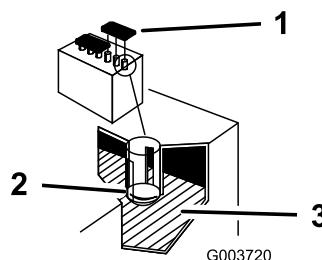

Figure 58
2. Ouvrez les bouchons pour observer l'intérieur des éléments. L'électrolyte doit atteindre la partie inférieure du tube (Figure 58).
Important: Le niveau d'électrolyte ne doit pas descendre au-dessous du trait inférieur (Figure 58).
2. Enlevez les bouchons de remplissage de la batterie (Figure 58).
3. Versez de l'eau distillée avec précaution dans chaque élément jusqu'à la partie inférieure du tube (Figure 58).